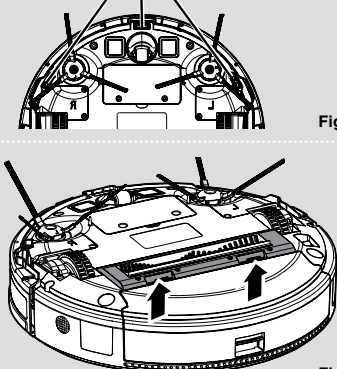

Fig. 22
2. Vire o Robot ao contrário. **[Fig. 22]**